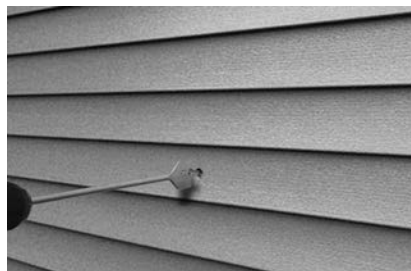

FIGURE 2
1. À partir du mur extérieur de la maison, à l'aide de la même mèche de 1-1/4", percez lentement jusqu'à ce que vous ayez un trou propre de 1-1/4". Voir Fig.2.